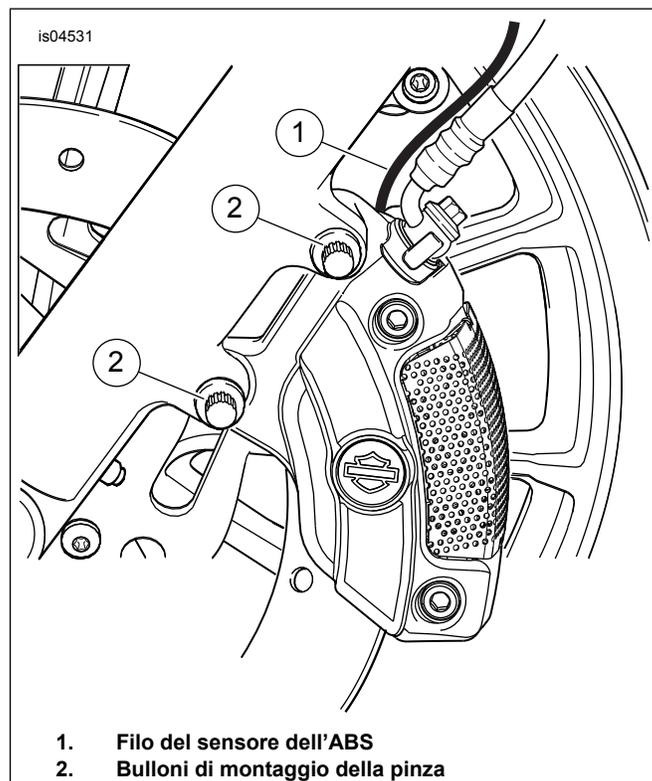

Figura 1. Bulloni di montaggio e pinza
3. Vedere Figura 1. Ruotare il manubrio completamente a destra. Da sinistra, seguire il filo del sensore dell'ABS (1) dalla pinza del freno alla carenatura e scollegarlo.